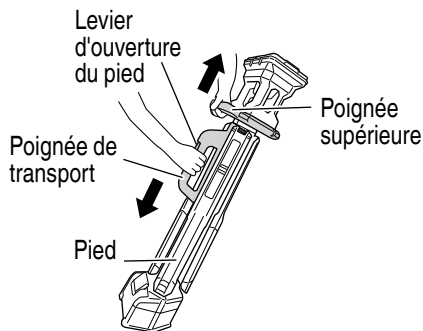

Fig. 10
- (1) Saisissez la poignée supérieure et la poignée de transport avec les deux mains, puis abaissez le levier d'ouverture des pieds pour abaisser la poignée de transport et ouvrez les pieds jusqu'à ce qu'ils soient bloqués en place. (Fig. 10)